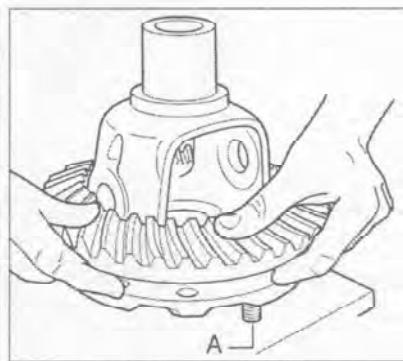

Рис. 7.142. Установка ведущей шестерни.
11. При помощи направляющих штифтов (A) установите ведущую шестерню на коробку сателлитов (рис. 7.142). Направляющие штифты изготовьте самостоятельно.